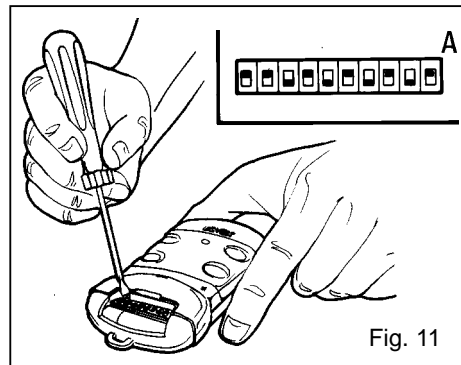

Fig. 11
- 2- Disporre i contatti del dip switch a piacimento (fig. 11).
2. Set the contacts of the dip switch as desired (Fig. 11).
2. Placer comme on veut les contacts du Dip switch (fig. 11).
- 2 - Die Kontakte des Dip-Schalters wie gewünscht anordnen (Abb. 11).
- 2 - Disponer los contactos del dip switch a voluntad (Fig. 11).
- 2 - Dispôr os contactos do dip switch de acordo com as necessidades (fig. 11).